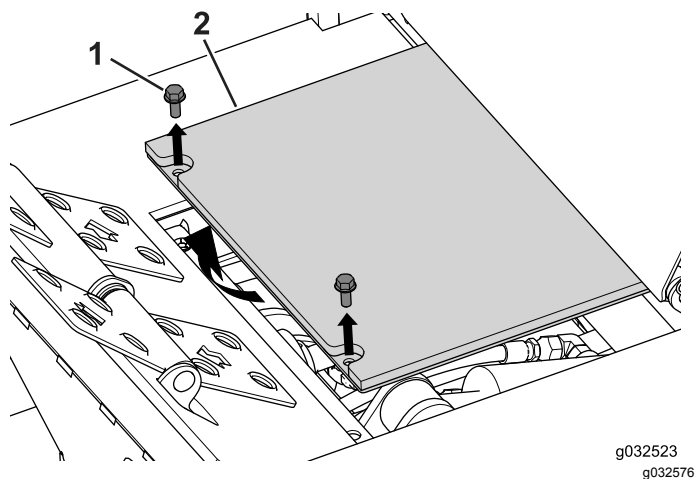

Figura 78
1. Retire os 2 parafusos que prendem a plataforma do operador à máquina para aceder à ligação da tomada de força (Figura 78).
5. Utilize os 2 parafusos ($\frac{5}{16}$ pol. x $\frac{3}{4}$ pol.) que retirou anteriormente para prender a plataforma do operador à estrutura de inverno (Figura 78).